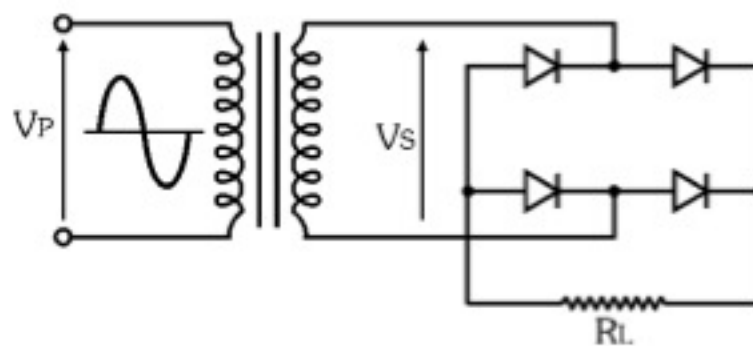

Figura 2.47 - Retificador em ponte.
- 2) O transformador do circuito da Figura 2.47 está operando em sua potência máxima. As suas especificações são 220V x 15V - 60VA.